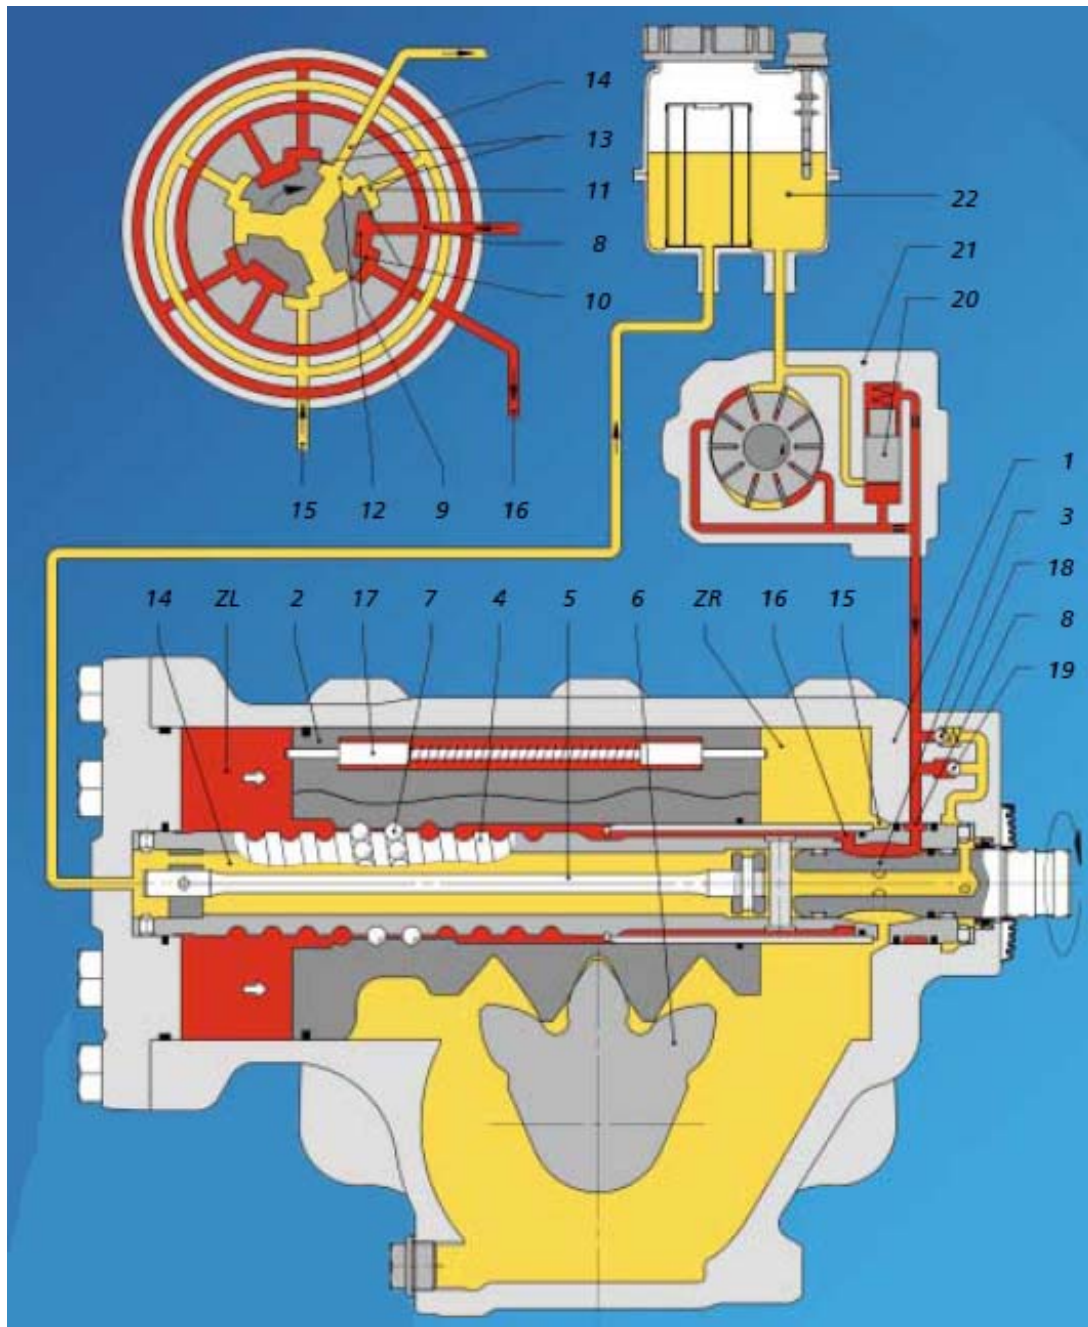

Bild 4: ZF-Servocom, Typ 8098, Steuerventil in Arbeitsstellung. Lenkrad im Uhrzeigersinn gedreht
Bei Drehung des Lenkrads im Uhrzeigersinn (**Bild 4**) bewegt sich der Kolben (2) bei einem rechtsgängigen Kugelgewinde in der Kolbenbohrung nach rechts. Durch die gleichzeitige Rechtsdrehung des Ventilschiebers (3) gelangt das Drucköl über die weiter geöffneten Zulauf-Steuerkanten (10) in die drei zugeordneten Axialnuten (11), über Bohrungen in die Radialnut (16) und über eine Verbindung zum linken Zylinderraum (ZL), wodurch die Kolbenbewegung hydraulisch unterstützt wird. Der individuell abstimmbare Druckaufbau wird dadurch erreicht, dass durch die teilweise bzw. vollständig geschlossenen Zulauf-Steuerkanten (10) eine Verbindung zwischen Druckölzulauf und den anderen drei Axialnuten (11), die mit der Radialnut (15) verbunden sind, eingeschränkt bzw. unterbunden wird. Gleichzeitig wird der Druckölablauf in die druckangesteuerten Axialnuten durch die sich schließenden Rücklauf-Steuerkanten (13) auch eingeschränkt bzw. unterbunden. Das im rechten Zylinderraum (ZR) durch den Kolben (2) verdrängte Öl fließt zunächst über eine Verbindung in die Radialnut (15) und Querbohrungen in die entsprechenden Axialnuten und über die weiter geöffneten Rücklauf-Steuerkanten (13) in die Rücklauf-Steuernuten (12). Von hier aus erfolgt der weitere Rückfluss zum Ölbehälter (22) über die zum Rücklaufraum (14) führenden Verbindungsbohrungen. Bei Linksdrehung des Lenkrads verhält sich der Ablauf analog hierzu.